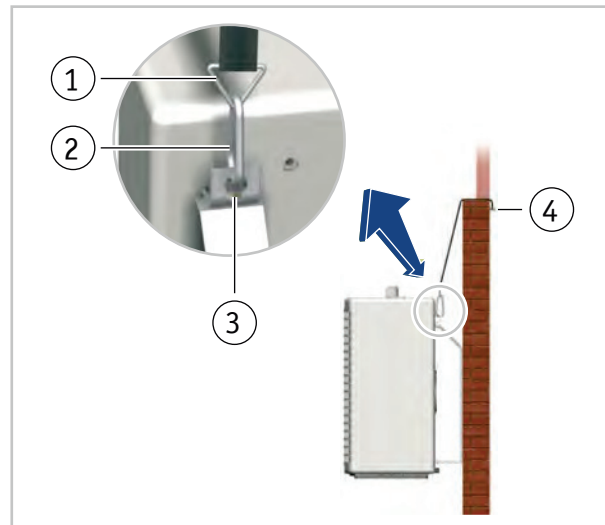

Abb. 11: Montage mit Befestigungsriemen
- Hängen Sie das andere Ende der Befestigungsriemen in die bauseitig an der Wand oder Brüstung anzubringenden Ösenschrauben ein (Abb. 11). Auf ausreichende Festigkeit achten.